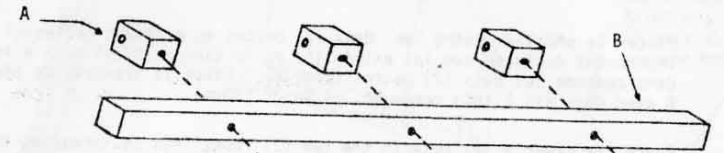

Fig. 6
Fixer les trois (3) blocs de pédalier A sur la traverse de pédalier B avec des vis à tête ronde No. 14 de 2" (50mm) (fig. 6).
Fix the three (3) treadle blocks A to the treadle cross-member B with 2" (50mm) round-headed screws No. 14 (fig. 6).